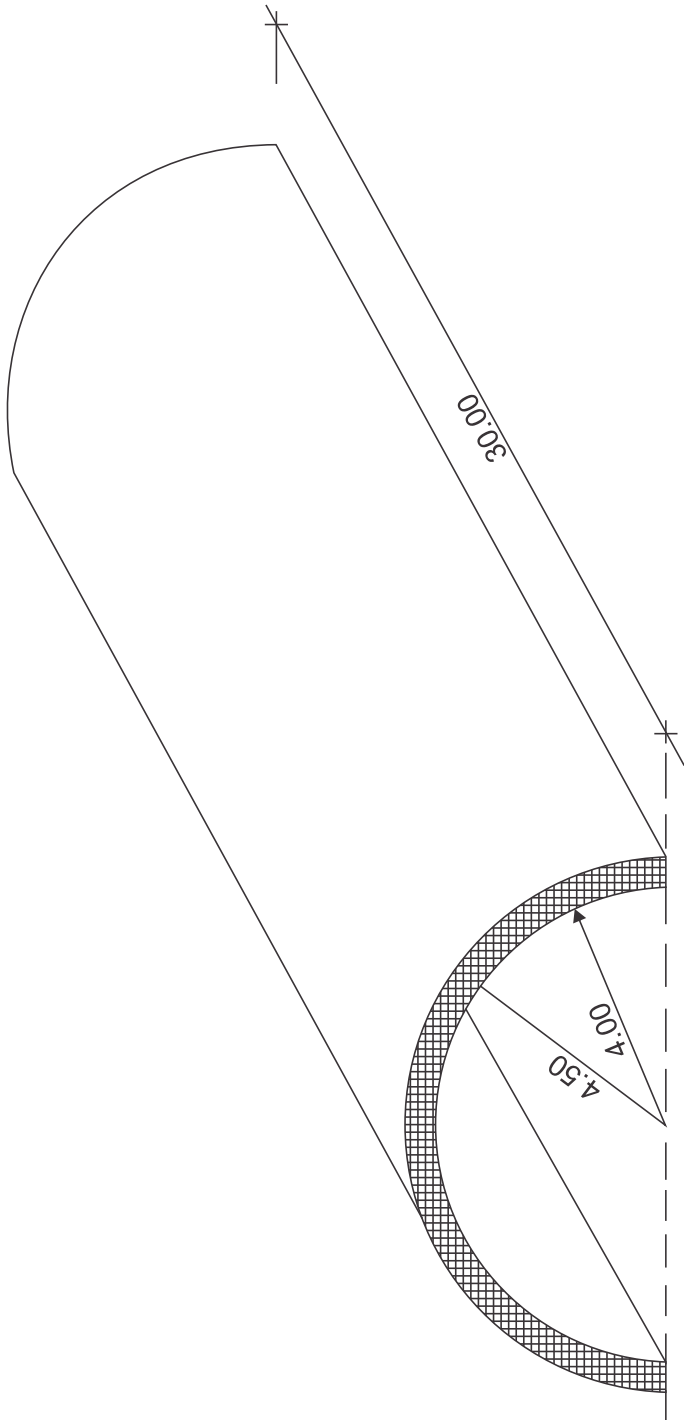

FIG. 4
- 5.- Se va a construir un túnel en roca viva (60% de esponjamiento) de forma semicilíndrica de 4.50 metros de radio que será revestido con concreto. Calcular el volumen de: (fig. 4)